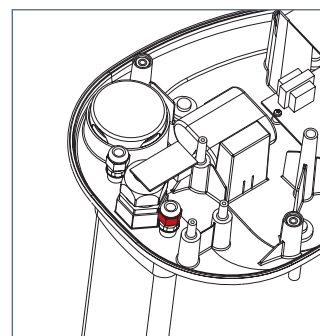

fig.6 - prensaestopas pH Confort™
- afloje el prensaestopas correspondiente al cable de la sonda pH mediante una llave plana de 15 (fig.6)